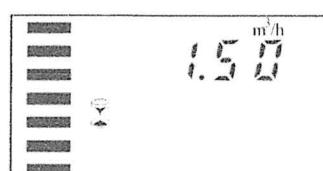

Figura 1B
- 2 Tasa de flujo de corriente (ver figura 1B), tal como 1.5 m3/h.